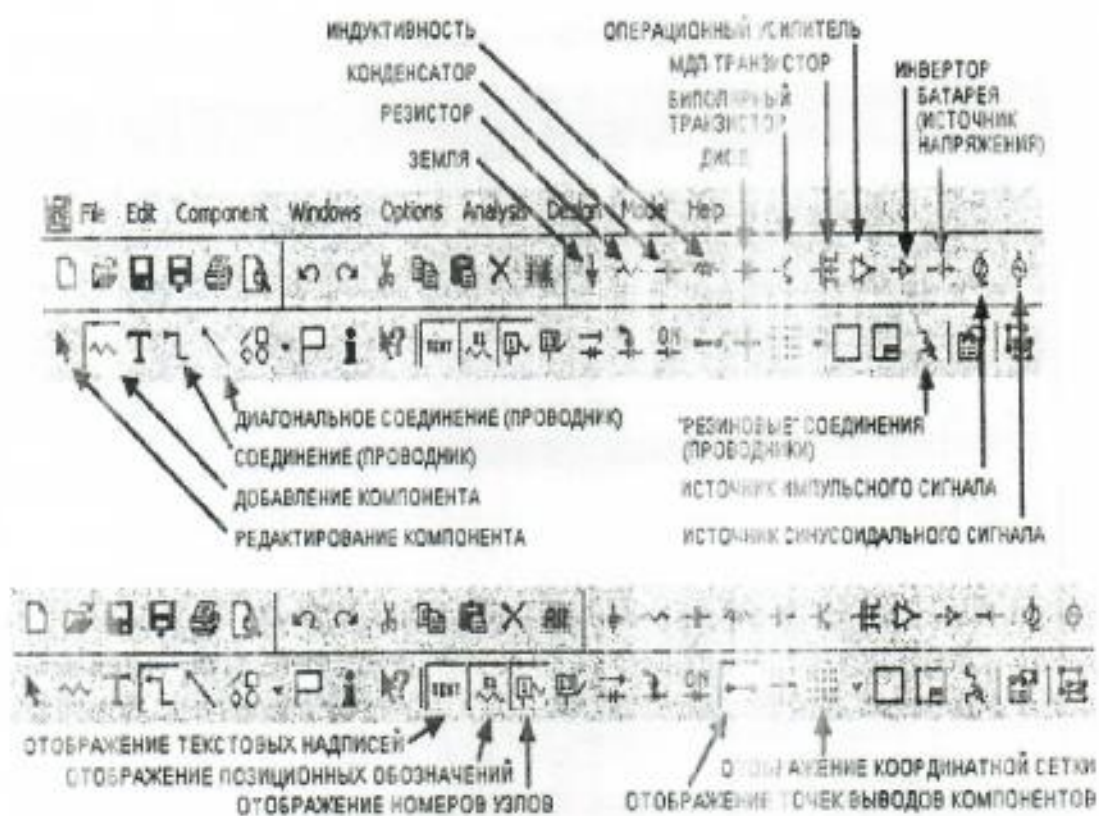
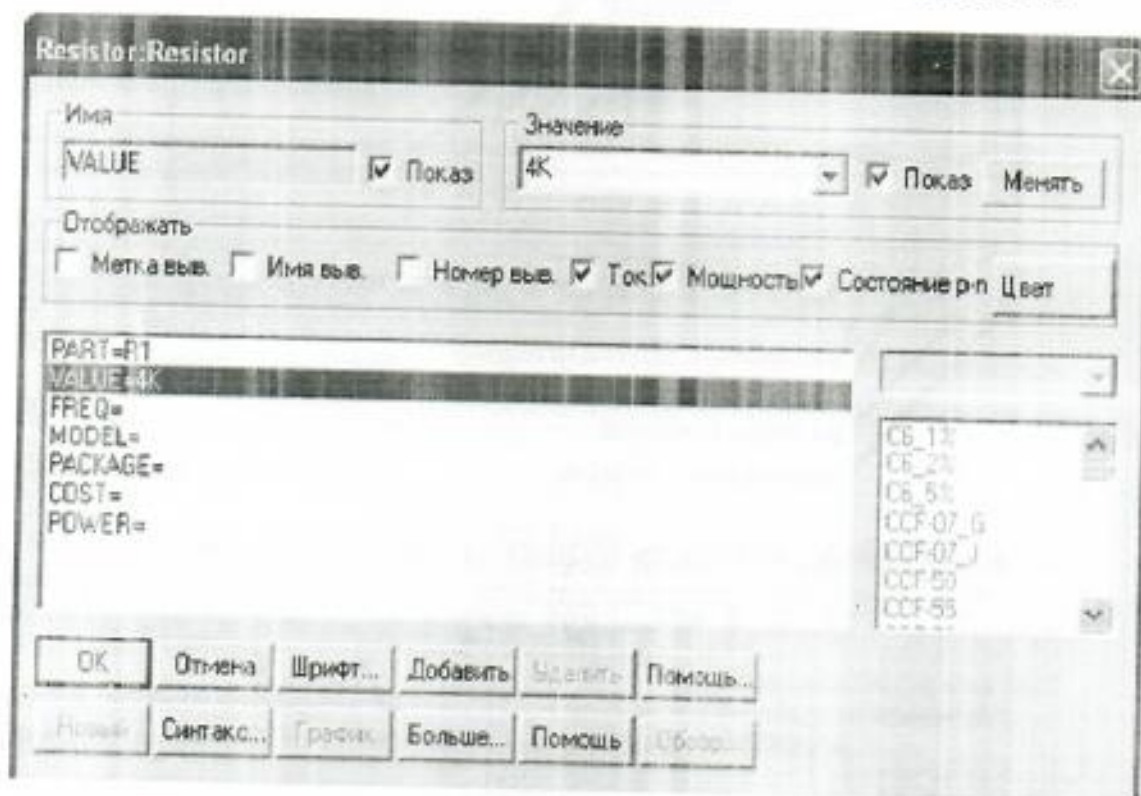

Рис. 1.2. Наиболее часто используемые элементы верхней панели
Рис. 1.4. Окно задания параметров резистора
В основном, все команды можно вызвать через меню, часть наиболее употребимых выведена на панели(рис.1.2) в виде ярлычков(пиктограмм). Кроме того, многие команды можно вызвать "горячими клавишами".
1.2.3. На верхней панели (рис.1.2) выбрать стрелкой мыши ярлычок с обозначением необходимого элемента(например, резистора) и нажать левую кнопку мыши на выбранном элементе. Перевести стрелку мыши в рабочее поле в место предполагаемого построения схемы. Нажать левую кнопку мыши и, удерживая ее в нажатом состоянии, можно перемещать компонент по рабочему полю. Если не устраивает ориентация компонента, то, не отпуская левую кнопку, нажать правую кнопку мыши. При каждом нажатии компонент будет поворачиваться на 90 град. После того как компонент будет установлен в нужное место схемы, отпустить левую кнопку мыши, появится окно установки параметров резистора (рис.1.4). Нажать левой кнопкой мыши на атрибут **PART**(имя): произойдет выделение данной строки – в окне **Значение** записать выражение **R1**.
1.2.4 На верхней панели(рис.1.2) выбрать стрелкой мыши ярлычок с обозначением диода и нажать левую кнопку мыши на выбранном элементе. Перевести стрелку мыши в рабочее поле в место предполагаемого построения схемы. Нажав левую кнопку мыши и удерживая ее в нажатом состоянии, можно перемещать компонент по рабочему полю. Если не устраивает ориентация компонента, то, не отпуская левую кнопку, нажать правую кнопку "мыши". При каждом нажатии компонент будет поворачиваться на 90 град. После того как
1.2.5 На верхней панели (рис.1.2) выбрать стрелкой мыши ярлычок с обозначением биполярного транзистора и нажать левую кнопку мыши на выбранном элементе. Перевести стрелку мыши в рабочее поле в место предполагаемого построения схемы. Нажав левую кнопку мыши и удерживая в нажатом состоянии, можно перемещать компонент по рабочему полю. Если не устраивает ориентация компонента, то, не отпуская левую кнопку, нажать правую кнопку "мыши". При каждом нажатии компонент будет поворачиваться на 90 град. После того как компонент будет установлен в нужное место схемы,
1.2.7. Установить в соответствующем месте рабочего поля источник постоянного напряжения **V2**, для этого необходимо на верхней панели(рис.1.2) выбрать стрелкой мыши ярлычок с обозначением **Батарея(источник напряжения)** и нажать левую кнопку мыши на выбранном элементе.